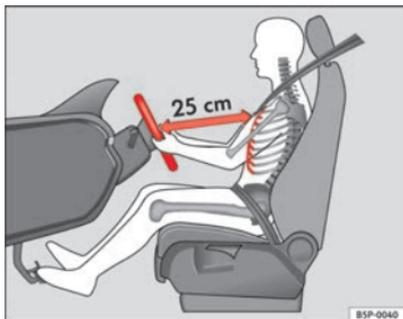
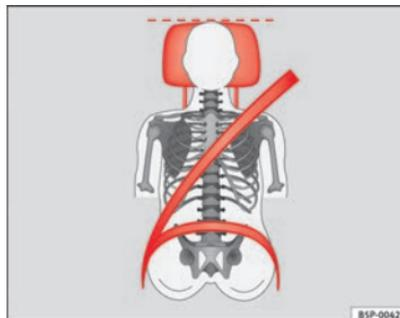

Fig. 28 Distancia correcta entre el conductor y el volante.
Fig. 29 Banda del cinturón y apoyacabezas ajustados correctamente.
- Realice el ajuste del asiento de tal modo que el volante quede como mínimo a 25 cm del tórax ⇒ fig. 28 y que pueda asir el volante lateralmente por la parte exterior con las dos manos y los brazos ligeramente flexionados.
- Ajuste el asiento del conductor longitudinalmente de forma que pueda pisar a fondo los pedales con las piernas ligeramente flexionadas y que las rodillas queden, como mínimo, a 10 cm del tablero de instrumentos → fig. 28.
- Ajuste el apoyacabezas de modo que el borde superior quede, en la medida de lo posible, a la altura de la parte superior de la cabeza, en ningún caso por debajo de los ojos. Mantenga la nuca lo más cerca posible del apoyacabezas → fig. 28 y → fig. 29.
Ajuste la distancia correcta entre el conductor y el volante ⇒ fig. 28 con la ayuda de los mandos situados en el asiento del conductor ⇒ página 52.